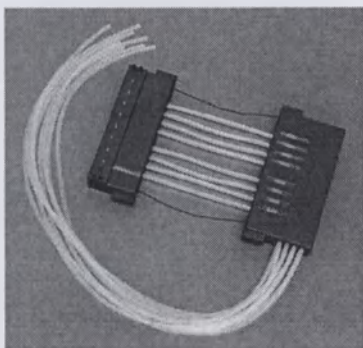

Рисунок 5-47. Предварительно калиброванная кассета для диспенсирования
18. После грубой регулировки всех креплений трубок относительно середины смотровой полоски закройте крышку калибровочных винтов (рисунок 5-47).